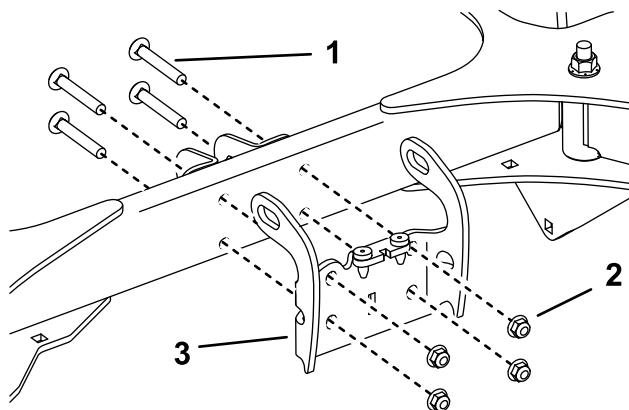

Figure 4
1. Retirez les 4 boulons de carrosserie ( $\frac{3}{8} \times 2\frac{1}{2}$  po), les 4 écrous ( $\frac{3}{8}$  po) et le support de blocage (Figure 4).